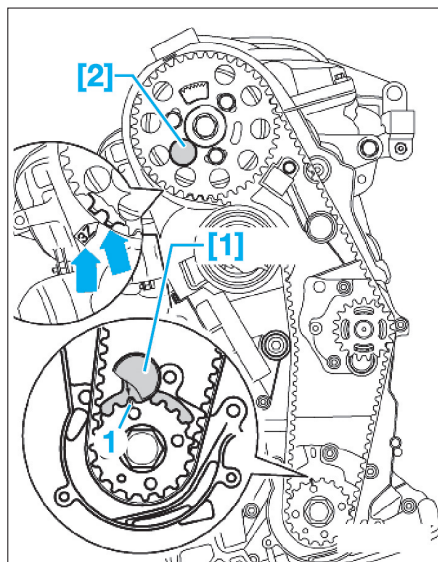
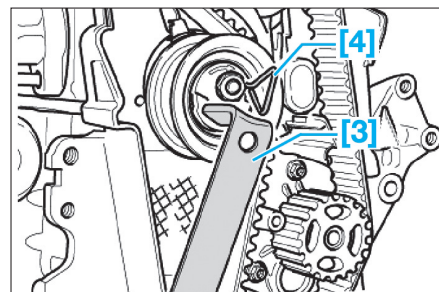

Fig. 8
Fig. 10
- [1]. Arrêtoir de vilebrequin (réf T10050) (Fig.8).
- [2]. Tige de blocage pour pompe d'injection diesel (réf 3359) (Fig.8).
Tourner le vilebrequin jusqu'à ce que le repère du pignon de courroie crantée de vilebrequin soit en position haute et que la flèche située sur la protection AR de courroie crantée soit en face des ergots de la cible du moyeu (Fig.8).
- À l'aide d'un levier à ergots [3], tourner le galet tendeur dans le sens antihoraire jusqu'à ce qu'il soit possible d'immobiliser le galet tendeur avec une goupille [4] (Fig.10).
- Le galet tendeur soit bloqué à l'aide de la goupille appropriée [4] (Fig.10).
- Les vis de fixation de la roue dentée d'arbre à cames soient desserrées et que son moyeu soit pigné, outil [2] (Fig.8).
- La roue dentée de vilebrequin soit immobilisée à l'aide de l'outil [1] (extrémité de l'axe enfoncée dans l'alésage du porte-bague d'étanchéité et repères (1) sur la roue dentée et l'outil alignés).
• Desserrer l'écrou de fixation du galet tendeur puis à l'aide du levier approprié [3], tourner le galet tendeur dans le sens antihoraire afin de libérer la goupille de blocage [4] (Fig.10).
• Remettre en place l'outil de calage de la roue dentée de vilebrequin puis tourner lentement le vilebrequin, afin que l'extrémité de l'axe de l'outil [1] s'engage dans l'alésage du porte-bague d'étanchéité (repères (1) sur la roue dentée et l'outil alignés) (Fig.8).